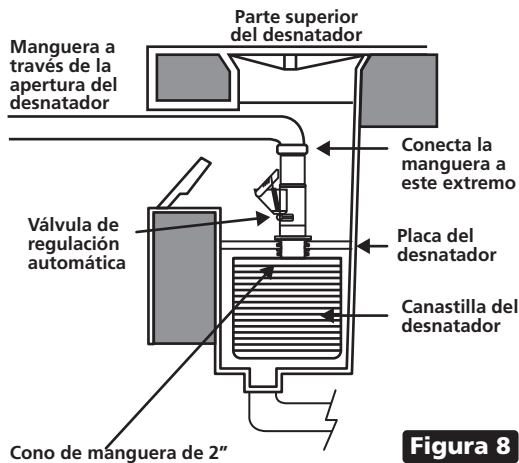

Figura 8
4. Presione el cono de manguera de 2" en la boquilla de la barredora en la parte inferior del desnatador, como se muestra en la figura 8.
5. Presione la válvula de regulación automática en el Cono de manguera de 2". El extremo de la válvula que está marcada como "Attach Hose This End" debe apuntar hacia arriba. Vea la Figura 8.